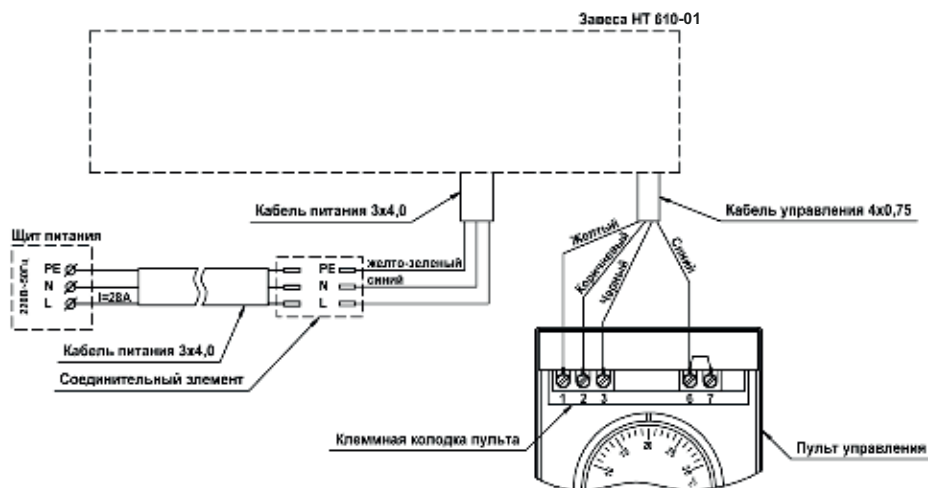

Рис. 5 Схема подключения завесы НТ 610-01
6.5 Завесы НТ 610 и НТ 915 комплектуются выносным пультом управления. Для установки пульта управления необходимо, отвернув винт, снять верхнюю крышку и панель пульта, закрепить пульт на стене, установить панель и верхнюю крышку (инструкция по установке пульта и комплект крепежа прилагаются). Кабель управления подключен к пульту на заводе-изготовителе. Подключение кабеля управления производить в соответствии со схемами, приведенными на рис. 5 и рис. 6 Приложения и на корпусе завесы.